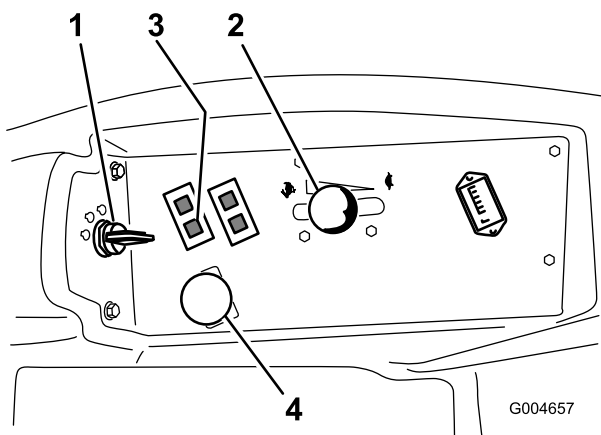

Bild 18
4. Schieben Sie den Zapfwellenantriebsschalter auf Aus“ (Bild 18).
5. Bewegen Sie den Gasbedienungshebel in die Mittelstellung zwischen Langsam und Schnell (Bild 18).